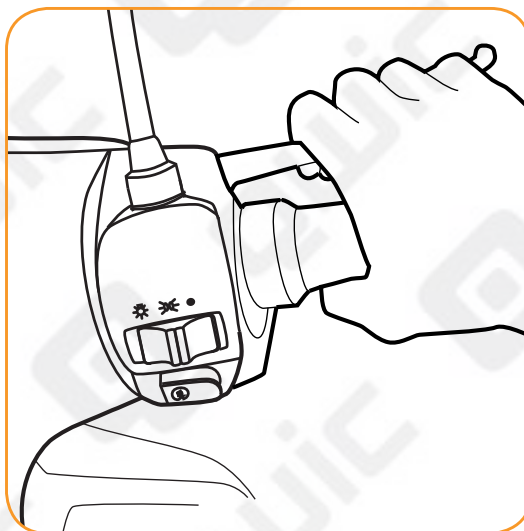

fig. 4.7
2. Pomp herhaaldelijk met de rechter remhendel, er zal olie uit de cilinder komen (fig. 4.7).